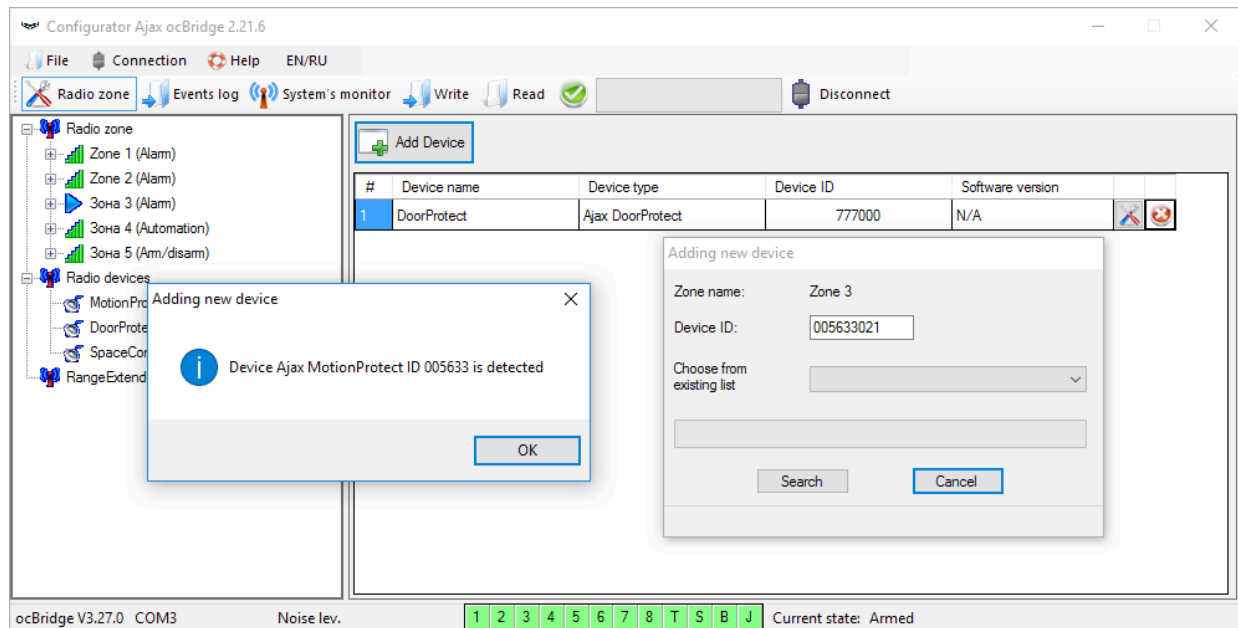

Abb. 4. Fenster Geräteregistrierung
Dann geeigneten Zonentyp und die entsprechenden Einstellungen wählen (siehe **Anschluss an die Zentraleinheit** dieses Handbuchs). Für das Hinzufügen eines Geräts wählen Sie die jeweilige Zone und klicken auf “**Add a device**” (**Gerät hinzufügen**). Das Feld “**Adding new device**” (**Neues Gerät hinzufügen**) wird angezeigt. Jetzt geben Sie die Sensorkennung (ID, unterhalb des QR-Codes auf dem Gerät) ein und klicken auf “**Search**” (**Suchen**) (Abb. 4).
4. Wenn die Sensoren erfolgreich im Sicherheitssystem angemeldet sind, klicken Sie auf „**Write**“ (**Schreiben**) (Abb. 4), um die Konfigurationsdaten der Sensoren im Speicher des ocBridge Plus-Empfängers zu speichern. Wenn ocBridge Plus mit dem PC verbunden ist, klicken Sie auf „**Read**“ (**Lesen**) (Abb. 4), um die vorab gespeicherte Sensorkonfiguration aus dem ocBridge Plus-Speicher zu lesen.